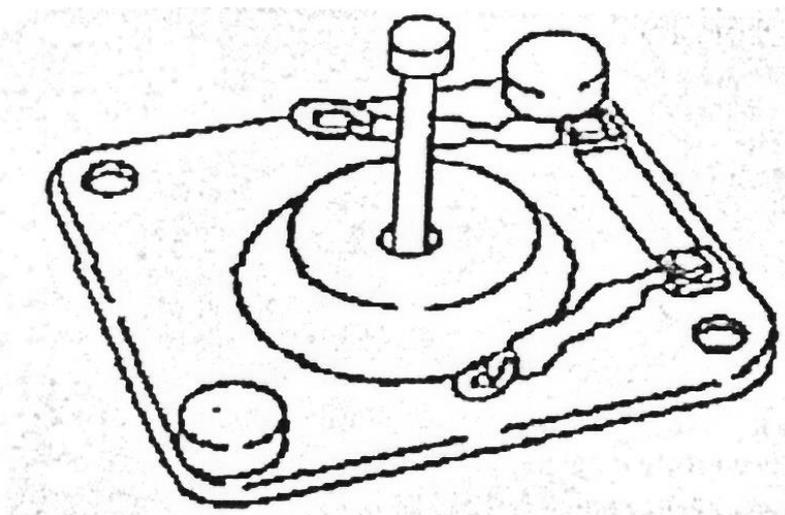

Рисунок 14 – Закрепить опорную плиту двумя колами
- закрепить опорную плиту двумя колами для крепления опорной плиты по диагонали (рисунок 14). Для этого необходимо использовать кувалду из комплекта для монтажа мачты;
- третий кол для крепления опорной плиты установить в центре плиты, забив его в грунт не до конца (см. рисунок 14);